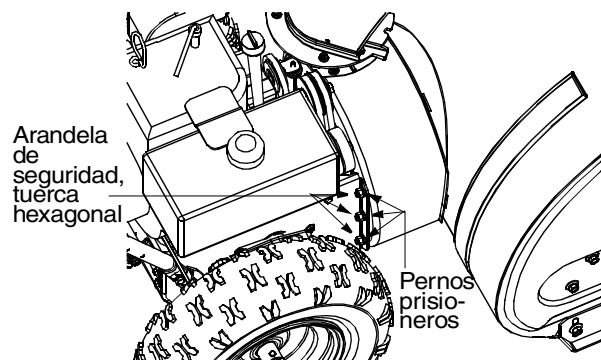

Figura 30
- Extraiga las seis tuercas hexagonales y arandelas de seguridad que fijan el conjunto del bastidor de la espiral sin fin al conjunto del bastidor. Vea la Figura 30.